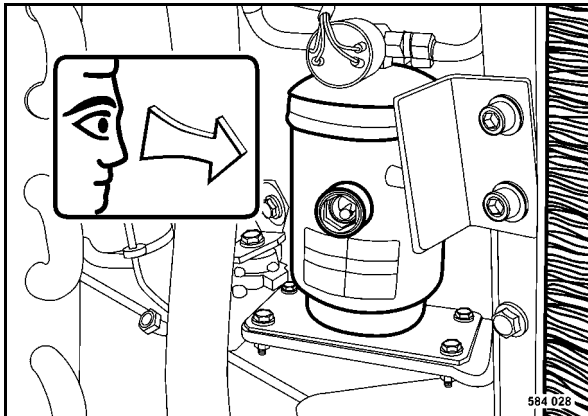

Fig. 123
- Comprobar la unidad secadora/colectora (Fig. 123) por daños mecánicos o corrosión.